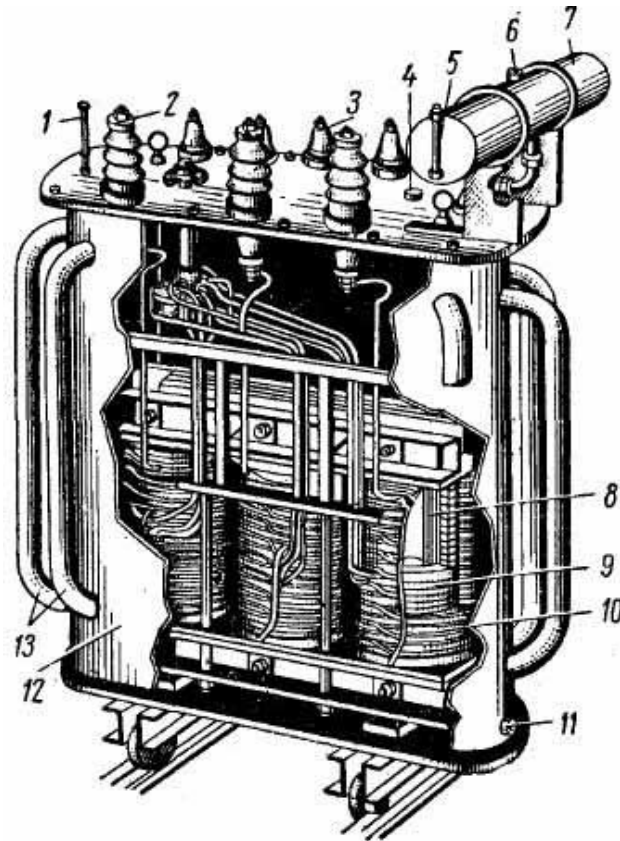

Рис. 1. Устройство трехфазного трансформатора.
1. Назовите элемент 1, изображённый на рис. 1
2. Назовите элемент 2, изображённый на рис. 1
3. Назовите элемент 3, изображённый на рис. 1
4. Назовите элемент 4, изображённый на рис. 1
5. Назовите элемент 5, изображённый на рис. 1
6. Назовите элемент 7, изображённый на рис. 1